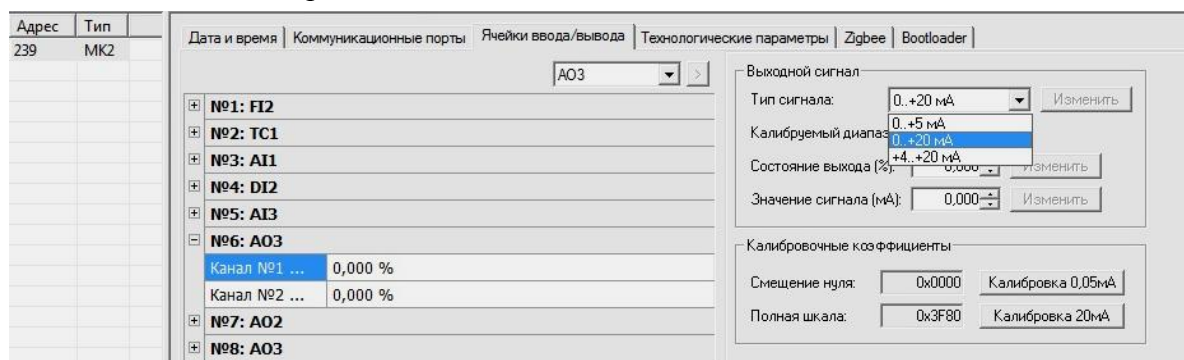

Рисунок 5.17
5.2.10.4 Установка диапазона изменения выходного аналогового сигнала для каждого канала выполняется выбором диапазона сигнала из списка "**Тип сигнала**" в рамке "**Выходной сигнал**" и нажатием кнопки "**Изменить**" (рисунок 5.17).